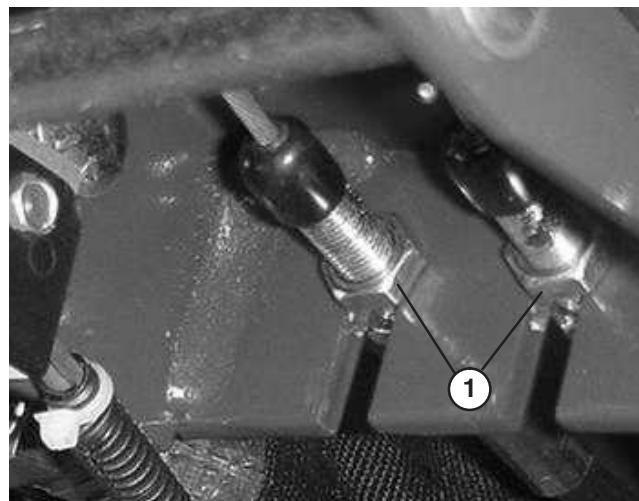

Figure 69
1. Pour réduire la garde aux pédales de freins directionnels (c.-à-d. pour serrer les freins), desserrez l'écrou avant sur l'extrémité filetée du câble de frein (Fig. 69). Serrez ensuite l'écrou arrière pour déplacer le câble en arrière jusqu'à obtention d'une garde de 13 à 25 mm. Resserrez les écrous avant lorsque les freins sont réglés correctement.